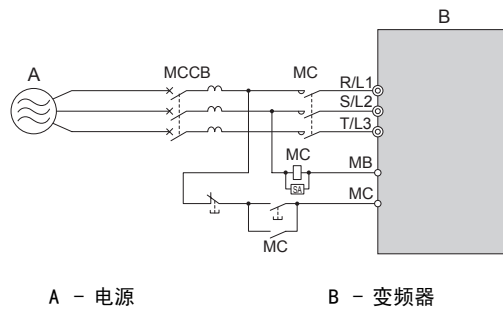

图 8.11 接线用断路器的连接
- 由多台变频器或与其它机器共同使用 MCCB 时，请如图 8.11 所示，使用 MC 接入在输出发生异常时切断电源的顺控回路。